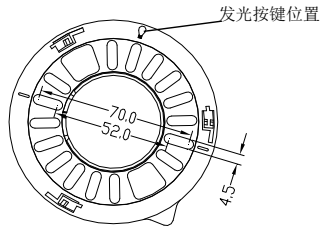

图 3
2. 外观结构示意图（如图 3）
按下测试按钮（位置见图 3）不松开，蜂鸣器发出三声“嘀嘀嘀”报警声，每隔 2 秒循环一次，同时红色报警指示灯恒亮，表明工作正常，松开测试按钮探测器恢复正常工作状态。